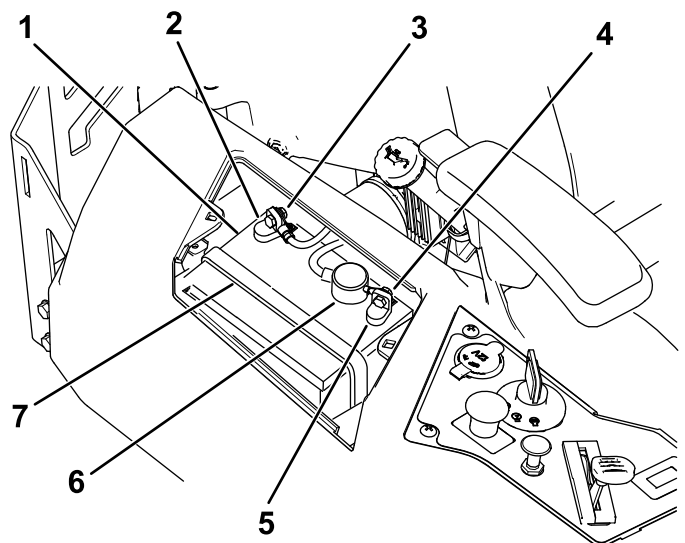

Figure 47
4. Débranchez le câble négatif (noir) de mise à la masse de la borne de la batterie (Figure 47).
6. Débranchez le câble positif (rouge) de la borne de la batterie (Figure 47).
7. Déposez la barrette de maintien de la batterie (Figure 47) et soulevez la batterie de son support.
1. Placez la batterie dans son support (Figure 47).
5. Fixez la batterie en place à l'aide de la barrette de maintien (Figure 47).